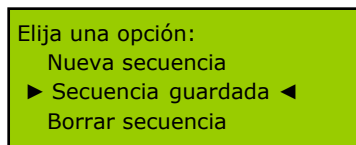

Figura 6.
- “*Secuencia guardada*” permite ejecutar una secuencia de giros almacenada. Para seleccionarla, coloque los cursores junto a esta opción como se muestra en la Figura 6 y pulse [ENTER].